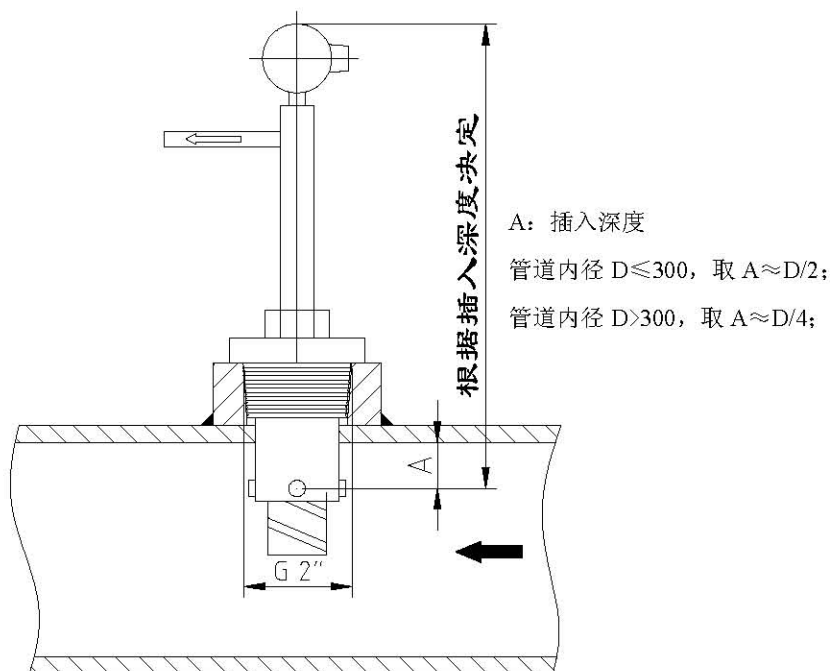

图 3 LWGI 插入式涡轮流量计的安装
1. 安装示意图如图 3 所示。
- c. 直管段足够长时，采样平均流速点测量法，即可测量管道介质的平均流速。当直管段较短时，一般采用中心流速测量法，也是最常用的方法，此时插头深度为 $h=0.5D$ ，测得的是管道介质的最大流速(见图 3)；当管径较大时，一般采用平均流速测量法，此时插头深度为 $h=0.125D$ ，测得的是管道介质的平均流速。